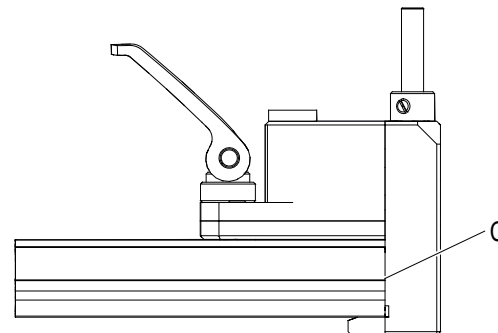

Abb. 108: Datenschiene (8) liegt an der Schienenanschlag (C) an
- Die 2 Bohrungen (8) in die Datenschiene bohren (siehe Abb. 108). Die Bohrungen werden während des Bohrvorgangs entgratet.
→ Die Datenschiene (8) bis zum Schienenanschlag (C) schieben (siehe Abb. 108).